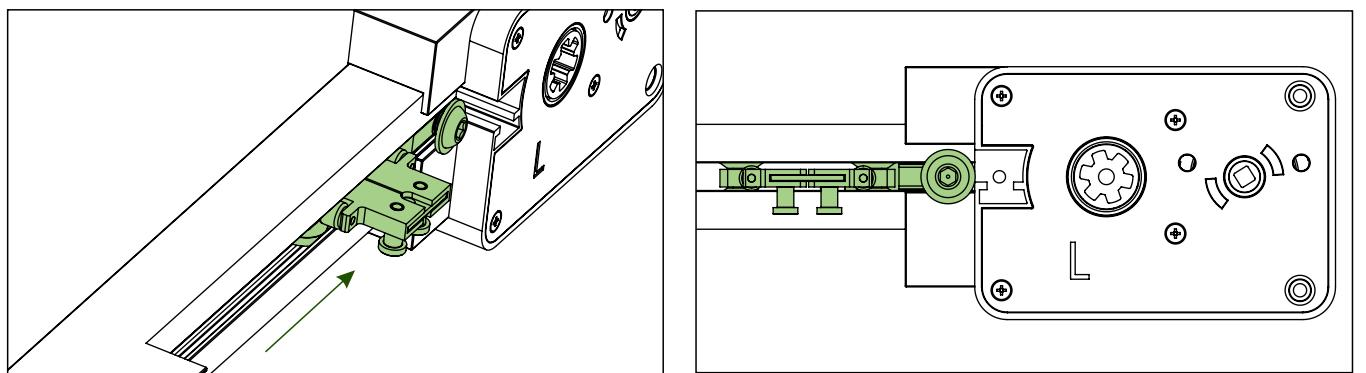

Abb. 10
- 11.** In jeder Schiene befinden sich ein Laufwagen sowie ein Stopper. Achten Sie darauf, dass die Schrauben des Laufwagens nach unten zeigen und der Stopper so ausgerichtet ist, dass seine Schraube in Richtung der Motorhalterung zeigt. Lösen Sie die Schraube des Stoppers leicht und schieben Sie sowohl den Laufwagen als auch den Stopper bis zum Anfang der Schiene. (Siehe Abb. 10)